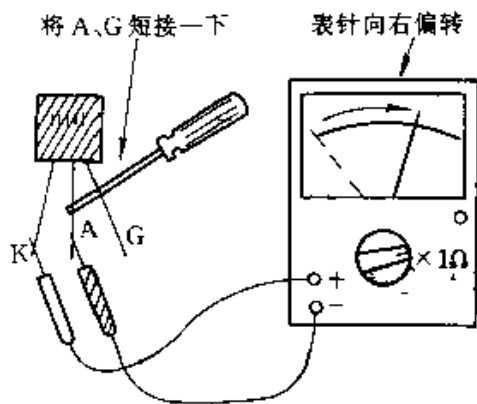

图 2-273
② 检测晶闸管导通特性: 万用表置于“ $R \times 1\Omega$ ”挡, 黑表笔接阳极 A, 红表笔接阴极 K, 表针指示应为无穷大。用螺丝刀等金属物将控制极 G 与阳极 A 短接一下(短接后即断开), 表针应向右偏转并保持在十几欧姆处, 如图 2-273 所示, 否则说明晶闸管已损坏。